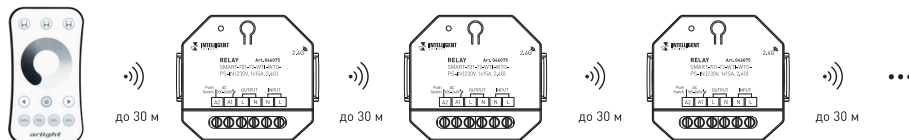

Рис. 2. Ретрансляция сигнала от пульта ДУ (до 30 м на открытом пространстве)
3.8. Все устройства автоматически ретранслируют сигнал от пульта ДУ или панели управления (рис. 2). Расстояние между устройствами на открытом пространстве может достигать 30 м.